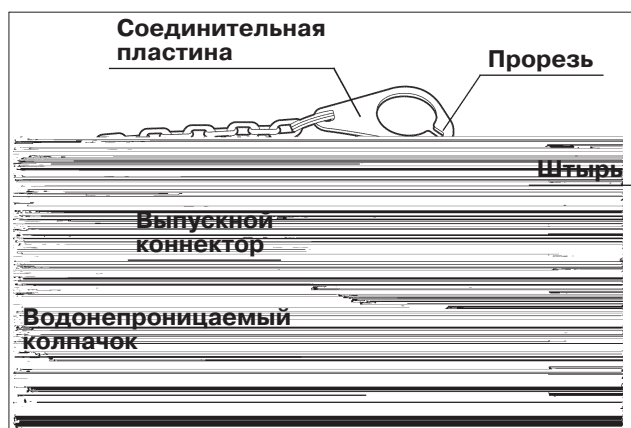

Рис. 2.2
2. Совместите прорезь соединительной пластины с выступом на выпускном коннекторе водонепроницаемого колпачка (МН-553, см. рис. 2.2).
3. Поместите соединительную пластину поверх выпускного коннектора (см. рис. 2.2).
4. Убедитесь, что соединительная пластина надёжно присоединена к основанию выпускного коннектора и при этом может свободно вращаться (см. рис. 2.2).